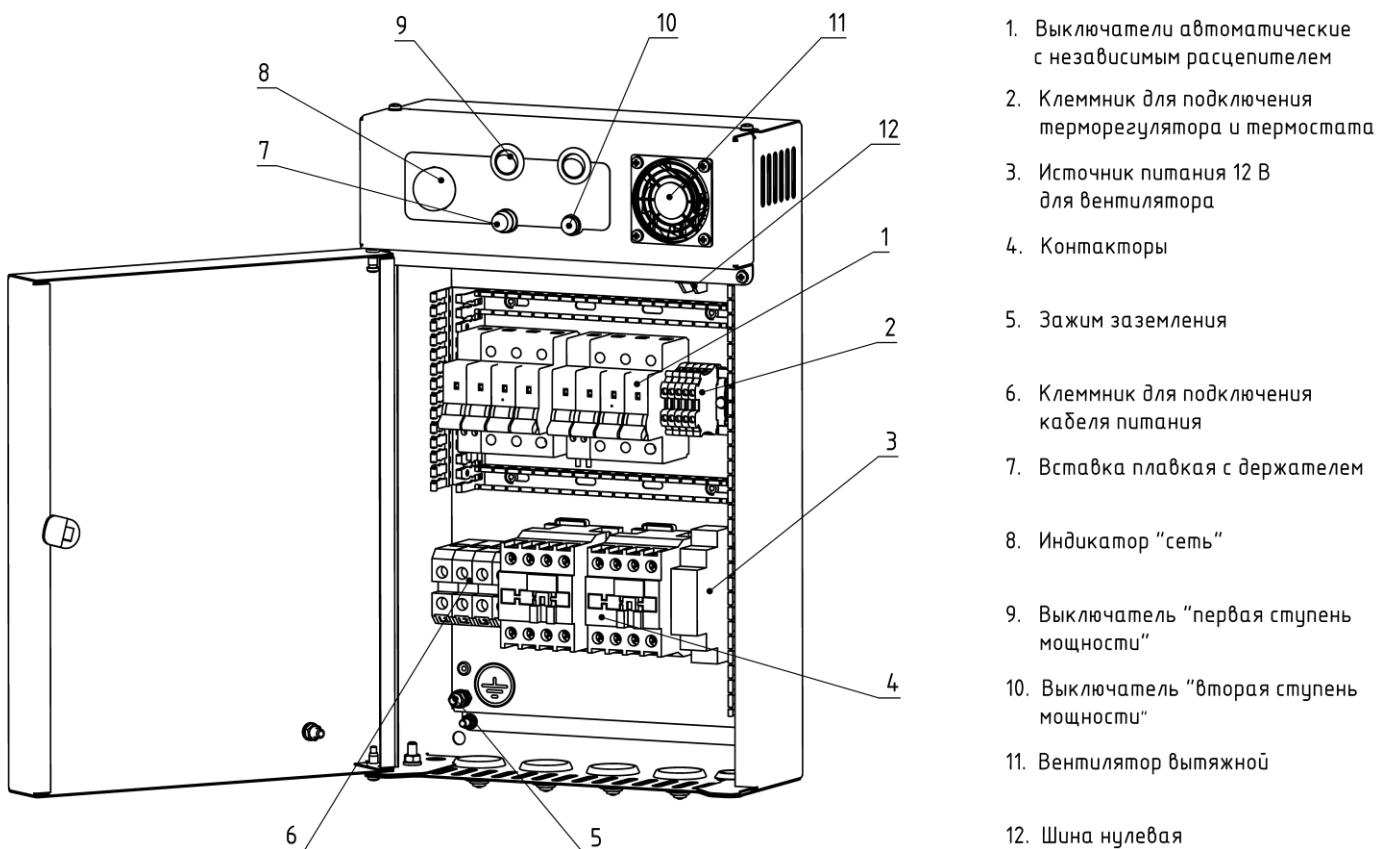

Рис. 2. Панель блока управления (опция) 5 – 40 кВт.
- 3.9. Состояние работы прибора отражается световыми индикаторами на панели блока управления. (Рис. 2).